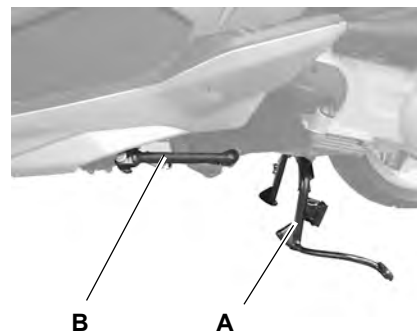

Fig. 24
- Positionnée à la gauche du véhicule (B - Fig. 24), elle est contrôlée par un minirupteur qui empêche le démarrage si la béquille n'est pas en position de fermeture.